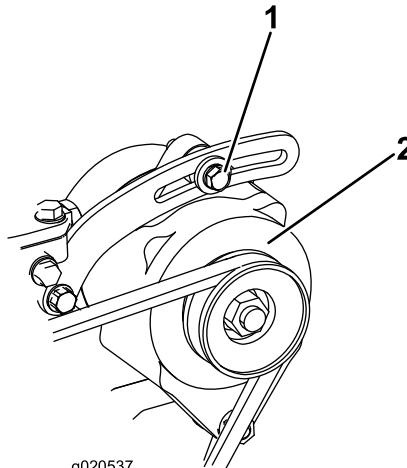

Figura 99
- Si la desviación no es de 10 mm, afloje los pernos de montaje del alternador (Figura 99).